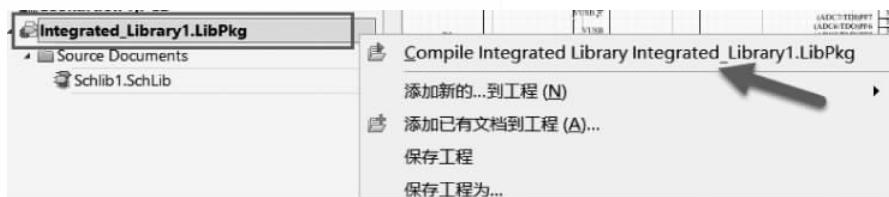

图 3-74 编译集成库
(5) 将光标移动到 Integrated_Library1.LibPkg 位置, 单击鼠标右键, 执行 Compile Integrated Library Integrated_Library1.LibPkg(编译集成库)命令, 如图 3-74 所示。